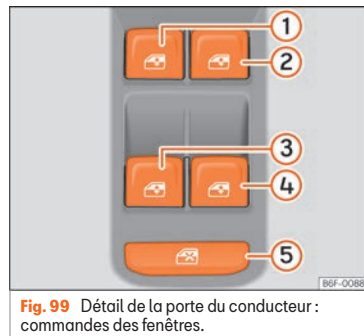

Fig. 99 Détail de la porte du conducteur : commandes des fenêtres.
La commande de sécurité »» fig. 99 ⑤ située sur la porte du conducteur vous permet de désactiver les touches des lève-glaces sur les portes arrière.